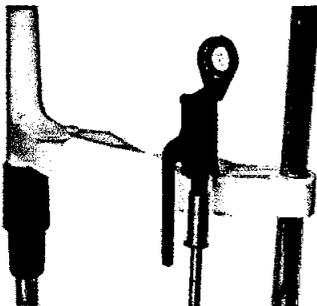

Fig.15
10) Montaje de la lente de Hruby (I) y la lente de Hruby placa de guía(J)
" Inserte la lente de Hruby (I) en el soporte de lente de Hruby (33) en el reposacabezas parte. Tenga cuidado de no tocar la superficie de la lente (Fig15.).